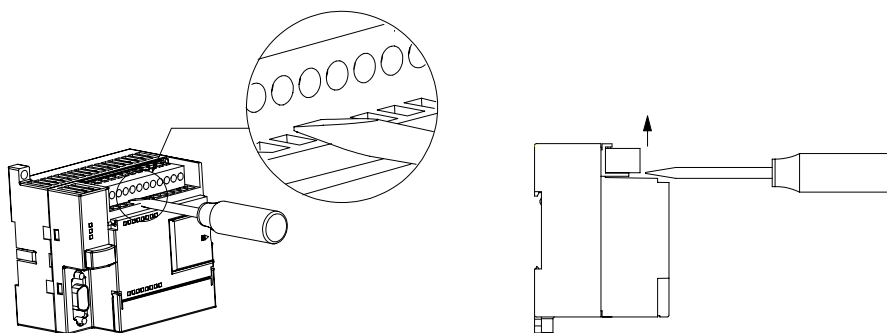

Рис. 3–2. Демонтаж клеммного блока
3. Снимите клеммный блок, отжимая его отверткой от корпуса S7-200. См. рис. 3–2.